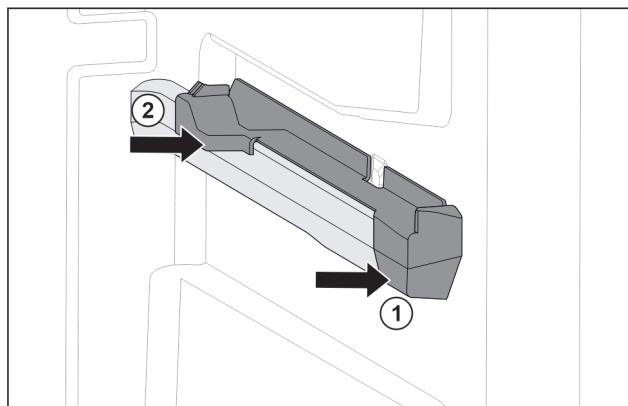

Fig. 76 Natični nastavek na desnemu nastavku za posodo
- Natični nastavek spredaj namestite na nastavek za posodo. Fig. 76 (1)
- Pritisnite natični nastavek zadaj. Fig. 76 (2)